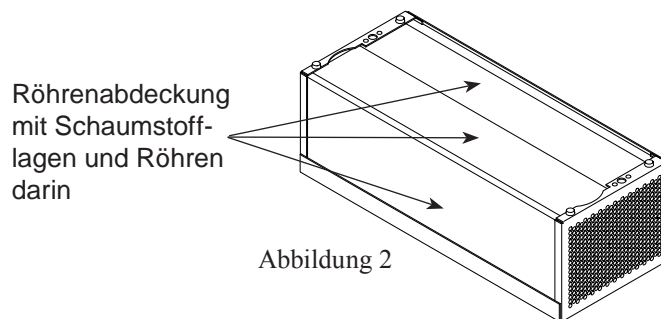

Abbildung 2
3. Legen Sie die Röhrenabdeckung so ab, dass der Schaumstoff mit den darin befindlichen Röhren zugänglich ist. Siehe Abbildung 2.